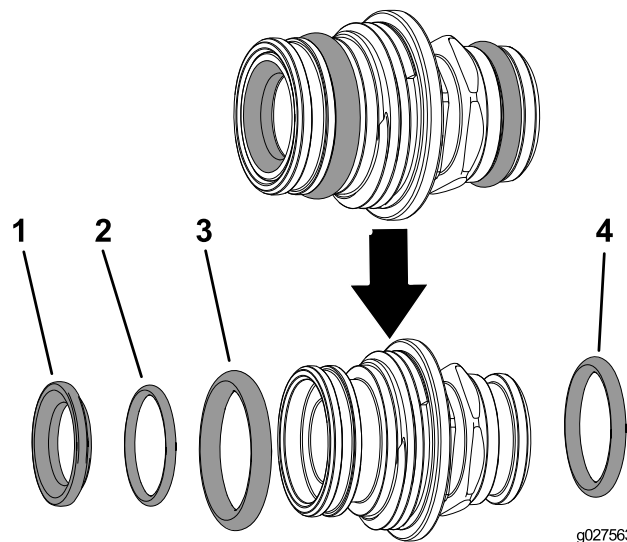

Рисунок 2
11. Снимите уплотнительное кольцо седла клапана, заднее уплотнительное кольцо седла, уплотнительное кольцо торцевой крышки и уплотнительное кольцо выпускного штуцера (Рисунок 2).